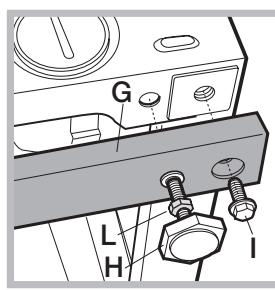

Fig. 11
- los 2 travesaños (G); las 4 patas (H); los 4 tornillos (I); las 4 tuercas (L), actuando del siguiente modo (fig. 11): extraer las 4 patas originales, colocar un travesaño G en la parte delantera de la lavadora, fijarlo con los tornillos I (enroscándolos en los orificios donde estaban montadas las patas originales), luego introducir las nuevas patas H. Repetir la misma operación en la parte posterior de la lavadora. A continuación, regulando las nuevas patas H, la lavadora se puede bajar o levantar de 835 mm a 870 mm.